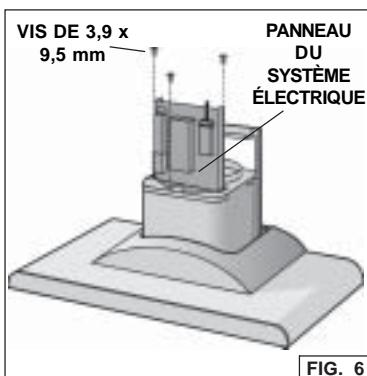

FIG. 6
4. Fixez le panneau du système électrique à la hotte au moyen de trois (3) vis de montage (fig. 6).